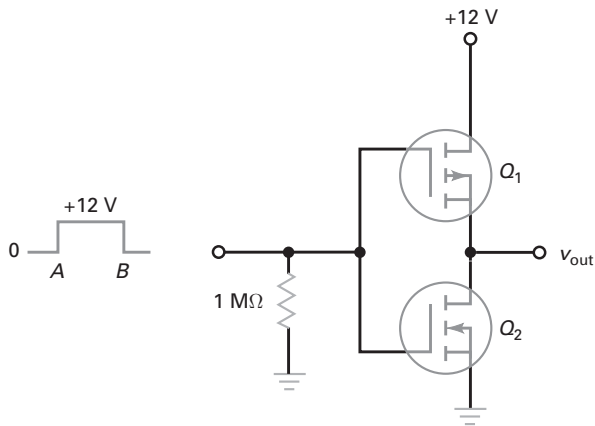

Figura 12-53
- 12-20** Os MOSFETs na Figura 12-53 têm $R_{DS(lig)} = 250 \Omega$ e $R_{DS(desl)} = 5$ M Ω . Qual é a forma de onda na saída.
- 12-21** O MOSFET superior na Figura 12-53 tem estes valores: $I_{D(lig)} = 1$ mA, $V_{DS(lig)} = 1$ V, $I_{D(desl)} = 1 \mu A$ e $V_{DS(desl)} = 10$ V. Qual é a tensão na saída quando a tensão na entrada é baixa? E quando ela é alta?
12-22 Uma forma de onda quadrada com valor de pico de 12 V e uma frequência de 1 kHz na entrada é a Figura 12-53. Descreva a forma de onda na saída.
12-23 Durante a transição de baixa para alta na Figura 12-53, a tensão na entrada é de 6 V por um momento. Nesse instante, os dois MOSFETs têm resistências ativas de $R_D = 5 \text{ k}\Omega$. Qual é a corrente no dreno neste instante?
- 12-41** O inversor CMOS na Figura 12-53 usa MOSFETs com $R_{DS(lig)} = 100 \Omega$ e $R_{DS(desl)} = 10 M\Omega$. Qual é o consumo de potência quiescente do circuito? Quando uma forma de onda quadrada é aplicada na entrada, a corrente média em Q_1 é de $50 \mu A$. Qual é o valor da potência?